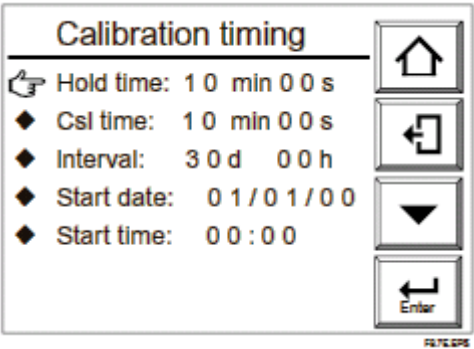

图 9.7 “校正时间”显示
- (1) 选择“校正时间”显示。出现如图 9.7 所示面板显示。
- (2) 在显示数字输入显示中选择校正的每个项目。输入校正用的期望的数值。